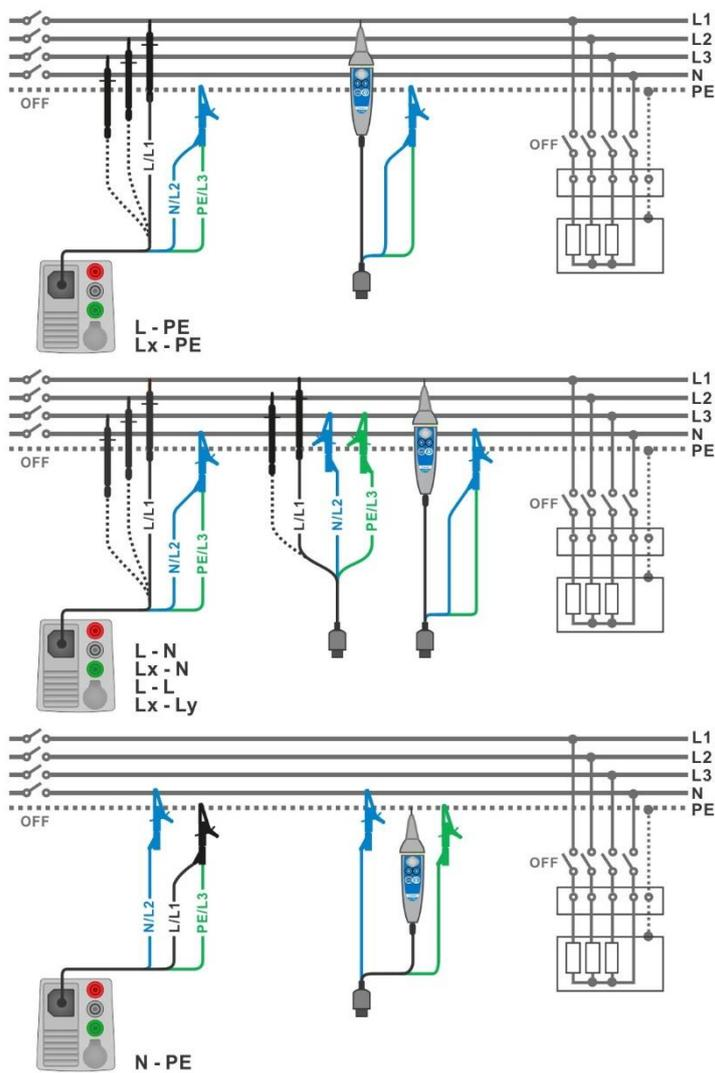
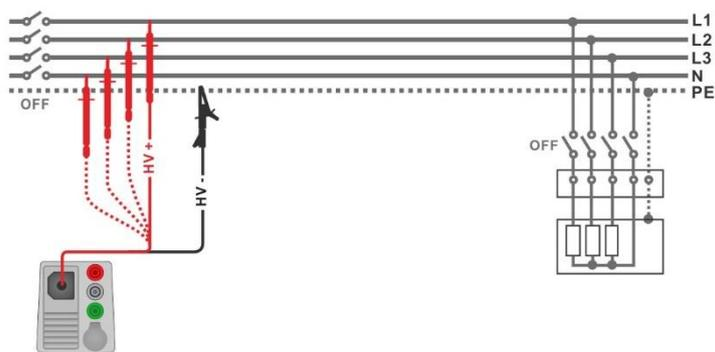

Abbildung 7.7: Anschluss des 3-Leiter Prüfadapters und der Commander-Prüfspitze ($U_N \leq 1 \text{ kV}$)
Abbildung 7.8: Anschluss der 2,5 kV Prüfleitung ($U_N = 2,5 \text{ kV}$)
- › Schließen Sie die Prüfleitungen am Prüfling an (siehe **Abbildung 7.7** und **Abbildung 7.8**).